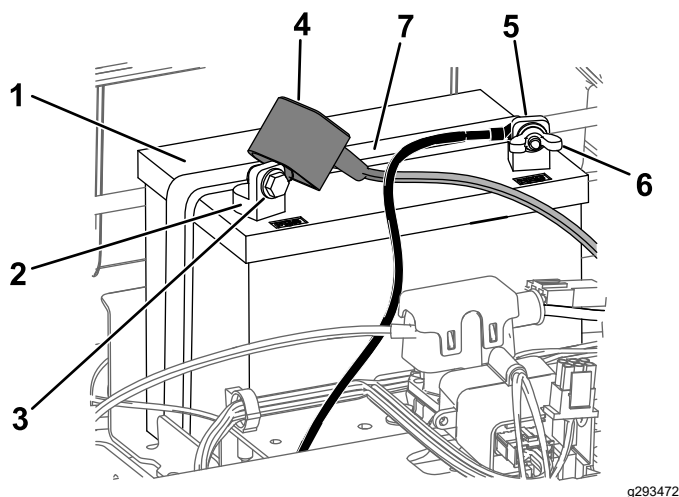

Figuur 49
3. Filter vervangen (Figuur 49).